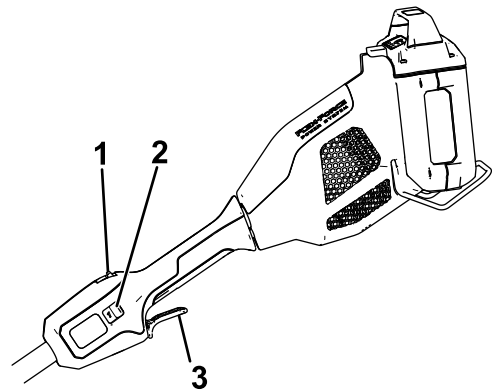

Figura 7
4. Para arrancar el accesorio, presione el botón de bloqueo y apriete el gatillo de accionamiento (Figura 7).